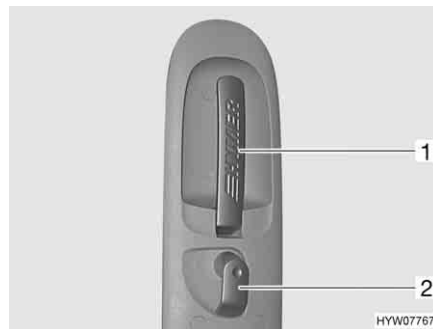

Fig. 38 Serratura della porta di ingresso, lato interno
- Apertura:* ■ Tirare la maniglia (Fig. 38,1). La serratura della porta si sblocca.
- Bloccaggio:* ■ Ruotare il bottone di sicurezza (Fig. 38,2) in senso orario.